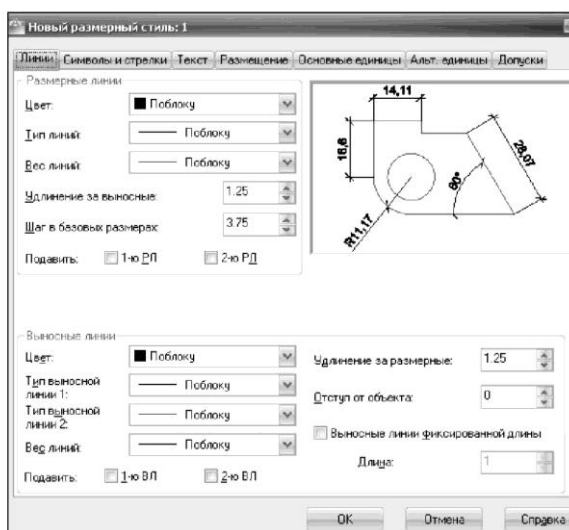

Рисунок 26. Диалоговое окно «Новый размерный стиль», вкладка «Линии»
- Вкладка «Линии» в поле «Размерные линии», установить «Удлинение за выносные» - 1.25. В поле «Выносные линии» установить «Отступ от объекта» - 0 (рис. 26).